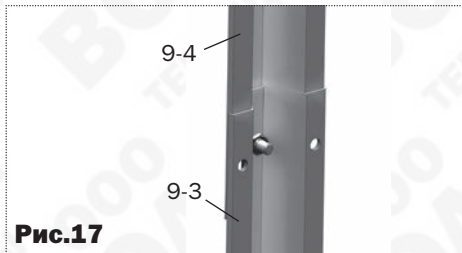
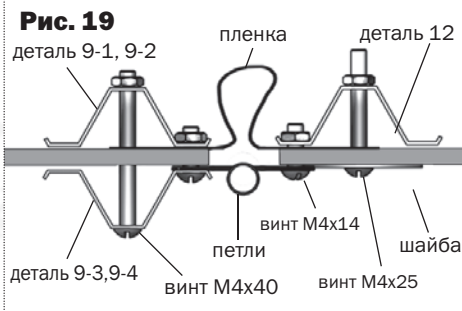
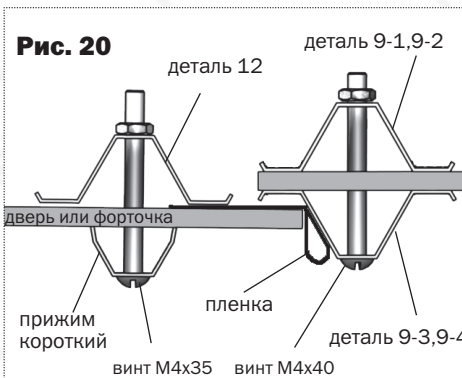

Рис.17
Рис.19
Рис.20
4. Состыкуйте детали **9-3** и **9-4** (**рис.17**) и установите их в соответствии с **рис.19**. Прижмите куски поликарбоната по краям со стороны двери и форточки накладками **9-3, 9-4** (**рис.19**), оставляя отверстия под вертушки. Вырежьте куски покрытия для установки над дверными проемами и под дверными проемами, установите их, закрепив шайбами (**рис.22**) на детали **10**.
6. Закрепите куски покрытия на форточки и двери по стороне навеса петель шайбами (**рис.19**), а по другим сторонам - прижимами (**рис.20**), предварительно закрыв соты (оклеив их скотчем). По сторонам, противоположным петлям покрытие должно выступать за каркас на 15 мм (**рис.20**). Петли накладываются поверх поликарбоната и при затягивании винтов поликарбонат под петлями сминается.
7. Щели в дверном проеме закрываются полиэтиленовой пленкой (**рис.19, 20**).